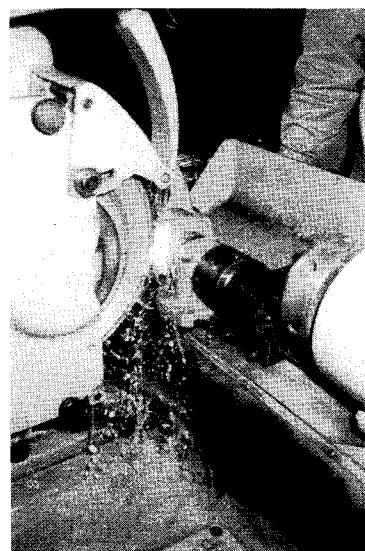

図1-24
- ⑥ 研削液を注水する。
- ⑦ ダイヤモンド砥石をツルーイング用砥石に軽く押しあて、砥石がつれ回わることを確認してから、テーブルをトラバース運動させる（図1-24）。
- ⑧ ダイヤモンド砥石の外周全面にマジックインクを塗っておき、これが消えた時点でツルーイング終了とする。